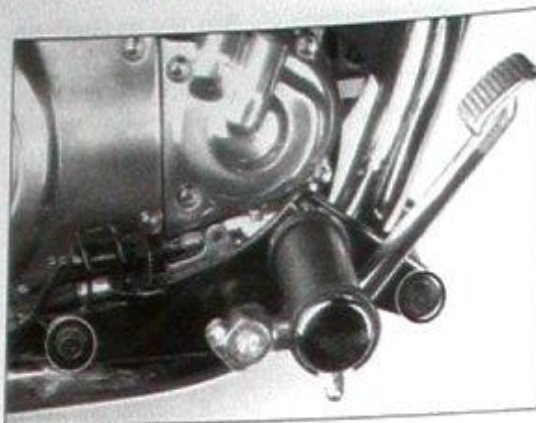

Bild 127
- Zwei Befestigungsschrauben ausdrehen und rechte Fussraste abnehmen (Bild 127).